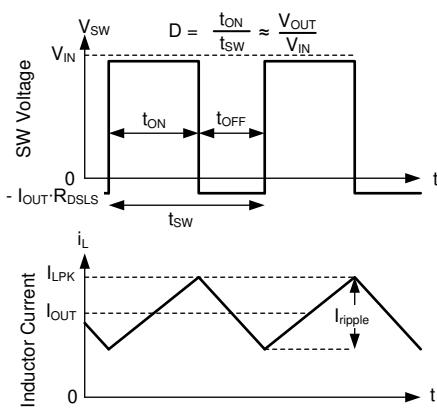

图 7-20. 连续导通模式 (CCM) 下的 SW 电压和电感器电流波形
有关 LM6x4xx-Q1 的以下运行说明，请参阅 节 7.2 和 图 7-20 中的波形。两者都以变化的占空比 (D) 打开内部高侧 (HS) 和低侧 (LS) NMOS 开关，从而提供稳定的输出电压。在 HS 开关导通期间，SW 端子电压 V_{SW} 摆动至大约 V_{IN} ，电感器电流 i_L 以线性斜率增加。**HS** 开关由控制逻辑关闭。在 **HS** 开关关闭时间 t_{OFF} ，**LS** 开关打开。电感器电流通过 **LS** 开关放电，这会强制 V_{SW} 通过 **LS** 开关两端的压降摆动到地电位以下。稳压器环路调节占空比以保持恒定的输出电压。**D** 由 **HS** 开关在开关周期内的导通时间定义： $D = T_{ON}/(T_{ON} + T_{OFF})$ 。